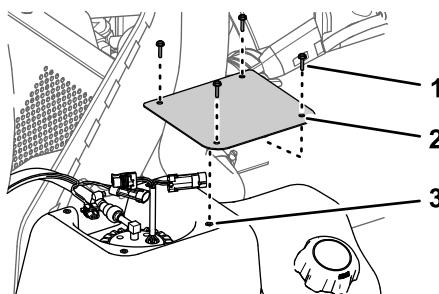

図 84
1. カバーをタンク図 84に組み付けるステップ 2 燃料ポンプのカバーを外す(ページ 59)で外したねじ #10 x 3/4" 4本を使用する。